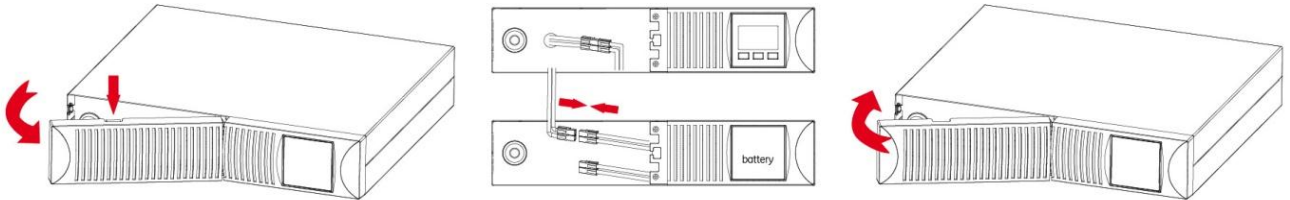
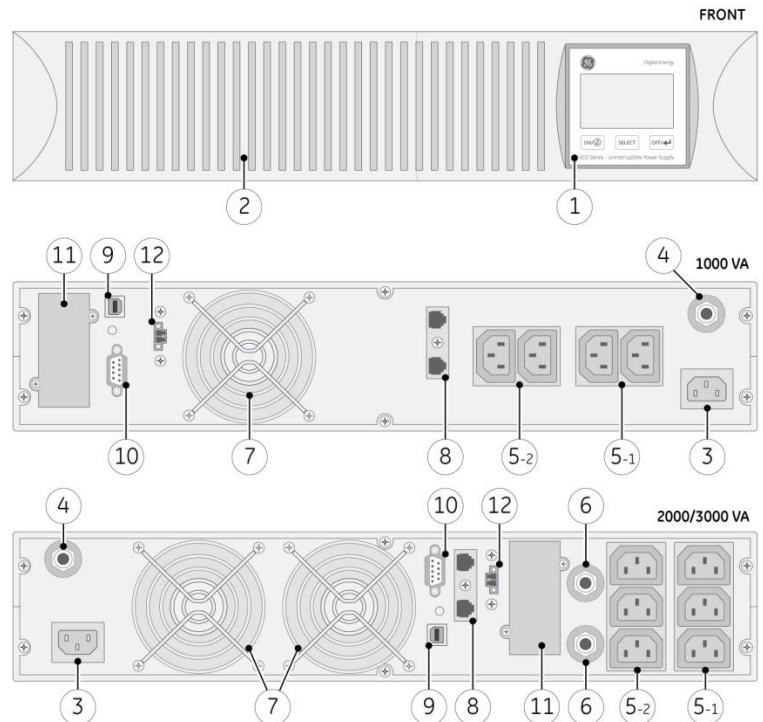

Рис. 2.3.1.b: подключение дополнительного блока АКБ к модели 3000VA
Рис. 2.3.2: передняя и задняя панели
3. **Только для модели 3000VA:** к ИБП можно подключить дополнительный блок АКБ. Снимите крышку батареи (2, рис. 2.3.2) и сделайте отверстие для кабеля батареи, вырезав или отломав деталь, показанную на рис.2.3.1.b. Подсоедините разъем постоянного тока блока АКБ к разъему постоянного тока ИБП. С помощью розетки постоянного тока блока АКБ можно установить второй, третий блок и т.д. Так как блок АКБ оборудован встроенным зарядным устройством АКБ, его необходимо подключить к розетке переменного тока. Верните крышку батареи на место.